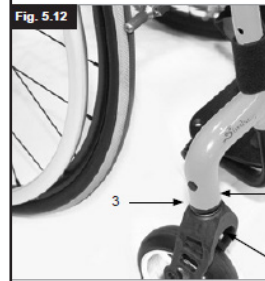

Fig. 5.17
Når du justerer den bakre akselavstanden, må du justere ett hjul av gangen. Hvis begge hjulene løses samtidig, vil spissing/spredningen også endres. Akselavstanden justeres ved å strekke delen på cambringen (4) inn eller ut av camberrøret (5), før det låses på plass når det er trukket helt inn eller ut. Løsne på skruen (6) nærmest camberrøret på venstre side av stolen. Flytt hurtigkoblingen innover eller utover til du har fått akselavstanden du ønsker. Stram til skruene med et tiltrekkingsmoment på 10 Nm. Gjenta denne fremgangsmåten på høyre side av stolen, og juster avstanden slik at den er like stor som på venstre side (Fig. 5.17). Skruene/boltene som er brukt på denne rullestolen er smurt med gjengelim på fabrikk. Når skruene/boltene er skrudd opp og igjen fem ganger, må de enten byttes ut, eller smøres på nytt med gjengelim/smøremiddel beregnet for gjenger (middels styrke).